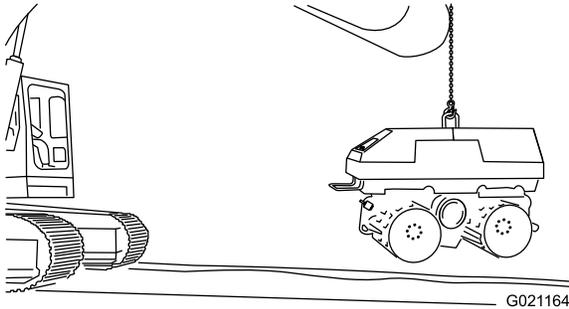

Figure 46
- A. Attachez le matériel de levage à l'anneau de levage de la machine (Figure 46); voir Levage de la machine (page 35).
- B. Levez lentement le matériel de levage pour retourner la machine à l'endroit (Figure 46).